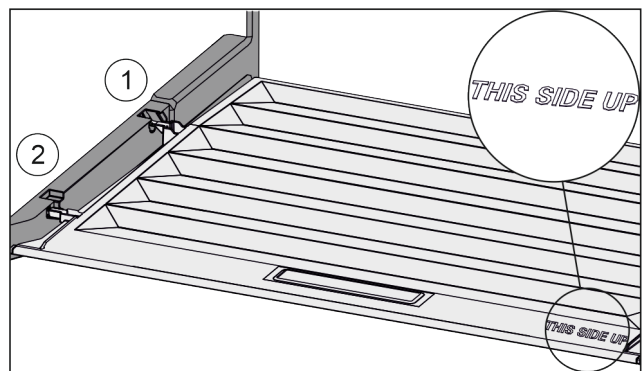

Fig. 86
- ▶ Dekselranden via de opening van de achterste houder Fig. 86 (1) aanbrengen en van voren in de houder Fig. 86 (2) klikken.